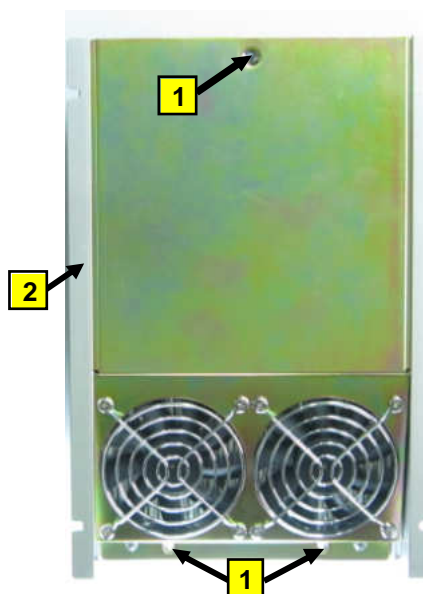

Рис. 6.2
- 6.2.1. Отвернуть три винта «1» крепления верхней части корпуса к радиатору (рис.6.2).